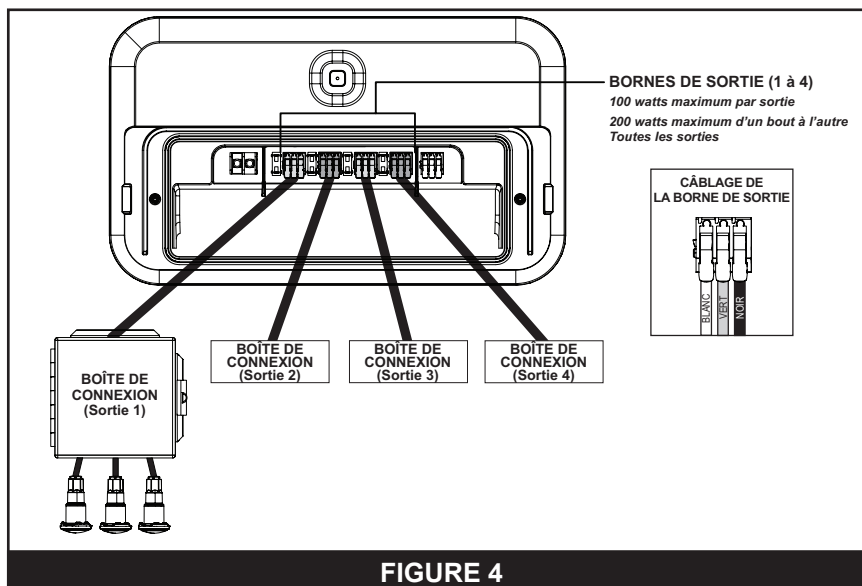

FIGURE 4
### CÂBLAGE DE LA SORTIE 1 VERS LE CONTRÔLEUR (FIGURE 4) :
7. En suivant le schéma de câblage indiqué à la **FIGURE 4**, insérez chaque fil dans la borne de sortie 1 et appuyez sur les leviers orange pour fixer les fils en place.